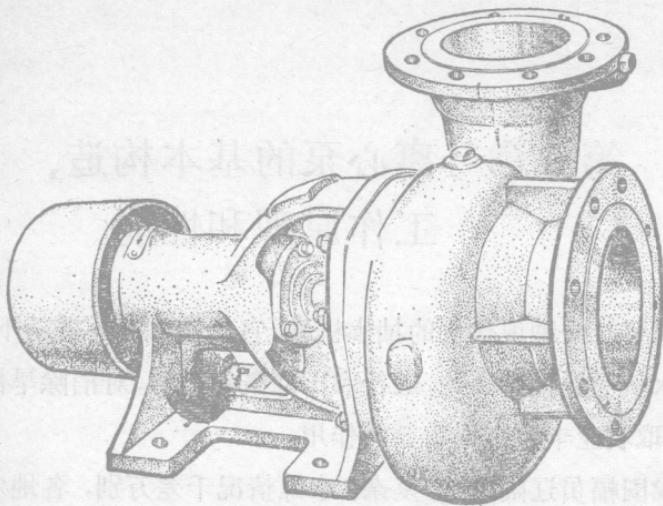

图 1-1 B型泵的外形图
离心泵的型号很多，农村一般采用B型离心泵。B型泵是一种单级单吸悬臂式离心泵^①，其外形如图1-1所示。它的特点是结构简单，重量较轻，维护保养容易，固定或移动使用都很适合，适用于小型灌区。